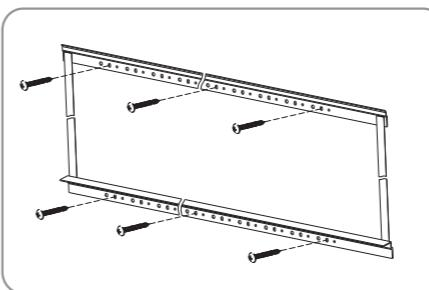

图11
- a. 木质墙壁安装：按银幕安装步骤3的操作方法，将六个φ5×40mm的自攻螺丝穿过上安装架与下安装架相对应的孔，使其固定在墙壁上。（其中上、下安装架各3个）（如图11）